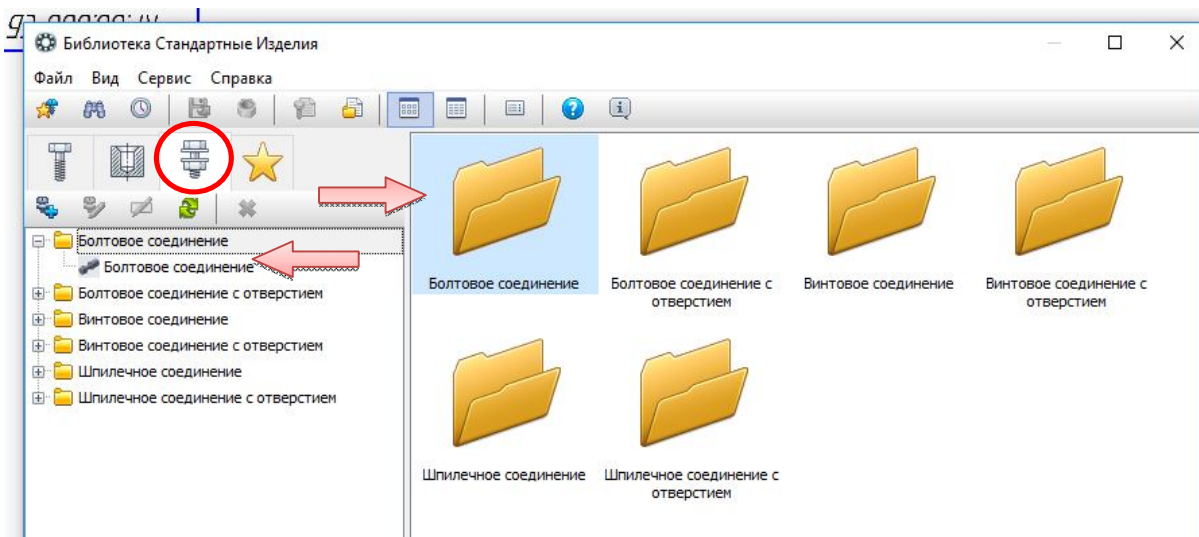

Рис. 4.33. Набор «Болтовое соединение» в библиотеке крепежных элементов
- Над областью навигации окна библиотеки откройте вкладку «Крепежные соединения» (рис. 4.33).
- В дереве библиотеки раскройте ветвь «Болтовое соединение» или выполните двойной щелчок мышью на папке «Болтовое соединение» (см. рис. 4.33).